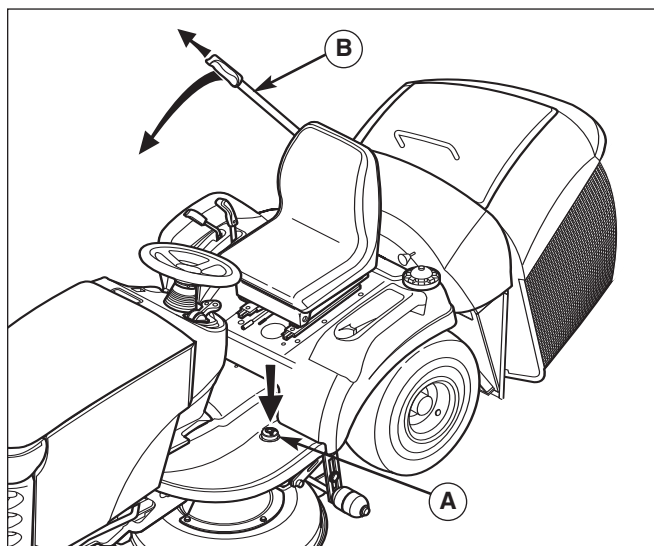

Figura 4. Procedura di svuotamento tramoggia
1. Premere il pedale di scarico del collettore (A, Figura 4).
2. Allungare la leva del collettore (B) e usarla per svuotarlo.
3. Usare la leva (B) per chiudere il collettore, quindi reinfilarla nel collettore.